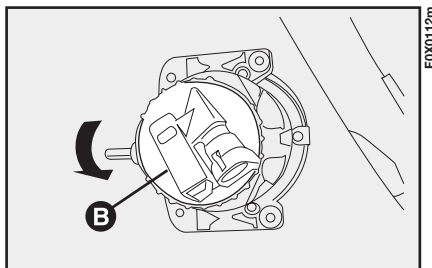

fig. 132
- ruotare il coperchio B-fig. 132 in senso antiorario;